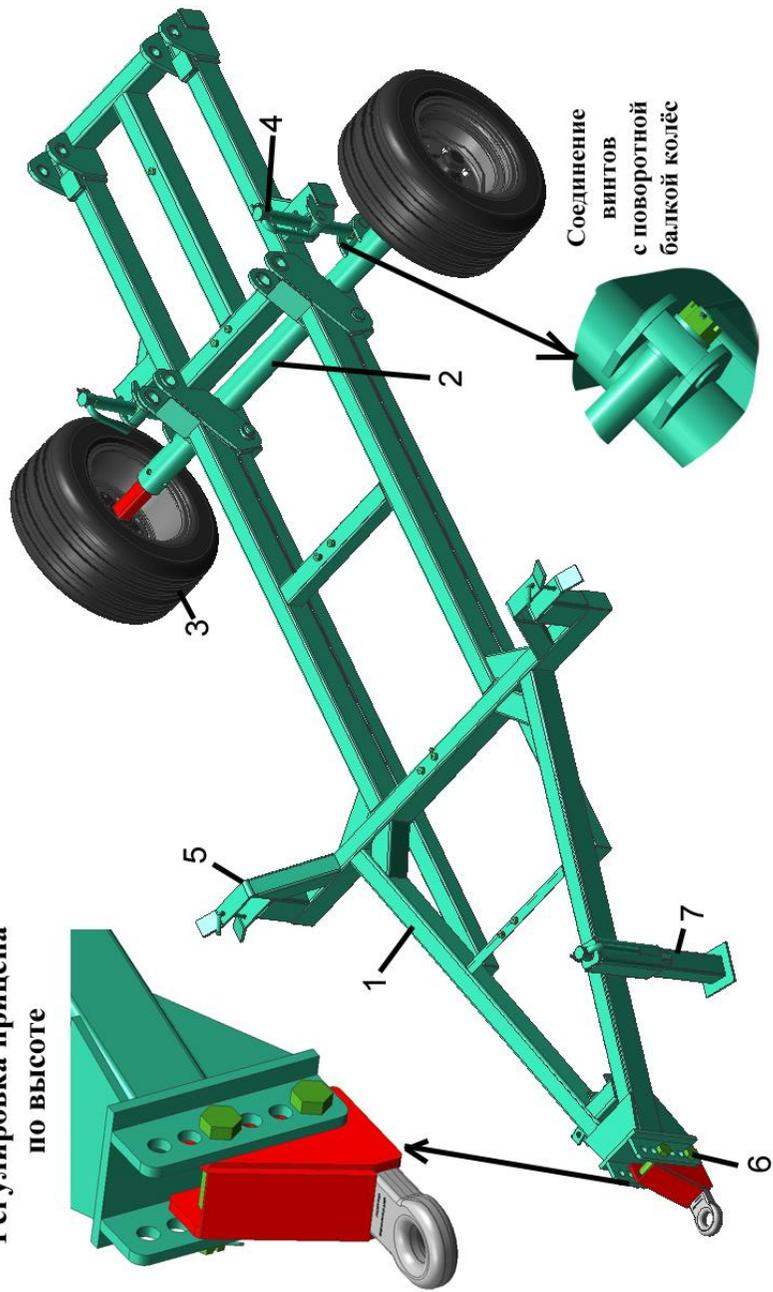

Рисунок 3 – Транспортная тележка
3.3 Транспортная тележка предназначена для передвижения культиватора при транспортировке. Состоит (рисунок 3) из рамы 1, поворотной балки 2 с ходовыми колёсами 3 и регулировочными винтами 4, кронштейнов фиксации крыльев в транспортном положении 5, регулируемого по высоте прицепа 6, опора с винтовой регулировкой 7.
- соединить поворотную балку с регулировочными винтами (рис.3);
- соединить культиватор с трактором, переставляя прицеп на требуемое отверстие (рис. 3).
Транспортная тележка должна катиться на своих ходовых колёсах. Это достигается регулировочными винтами поворотной балки (рис.3).